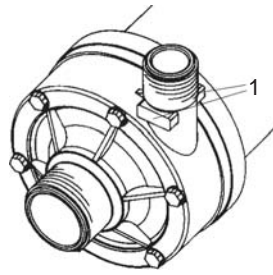

Figure 6: Retenue (1).
- Utilisez le bossage (voir figure 6) sur la sortie pour dévisser/visser le raccord afin d'éviter d'endommager le corps de pompe.